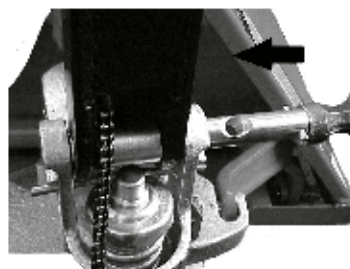

Fig. 6: Isætning af bolt
- Før styrestangen (1) ind i pumpestemplet. Driv altid boltene med hullerne ind med en hammer fra højre, så begge moduler forbindes (fig. 6).